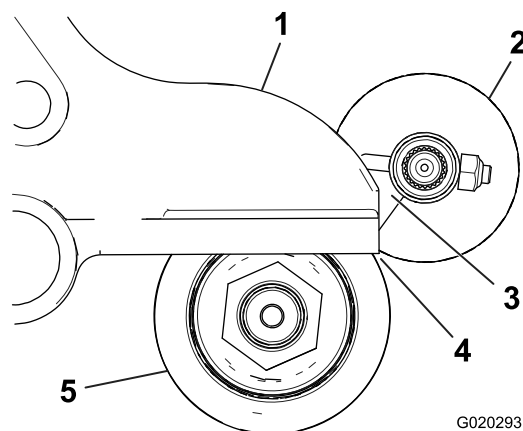

Figura 9
2. Posicione a escova do rolo de forma a que toque ou apoie no rolo traseiro (Figura 9).